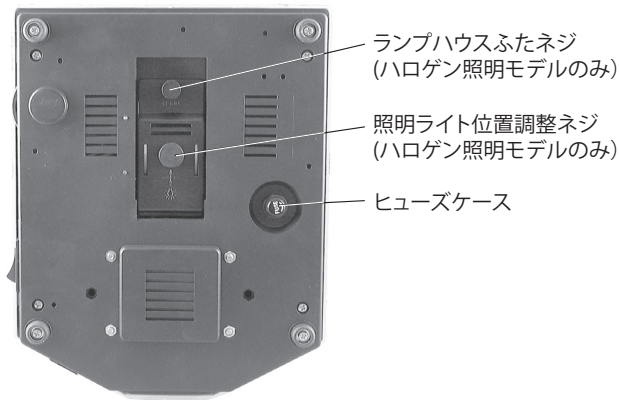

図12
3. 透過照明用の電球の交換：顕微鏡底面にあるランプハウスふたネジを回してランプハウスふたを開けて行います（図12）。
2. ヒューズの交換は、顕微鏡底面にあるヒューズケースを回して開けて行います（図12）。